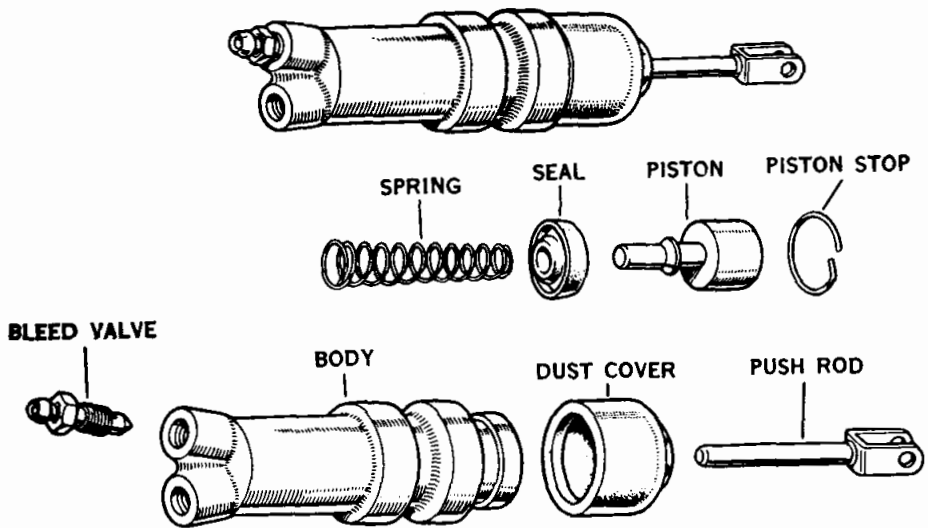

Fig. 6
6. THE CLUTCH SLAVE CYLINDER (Fig. 6)